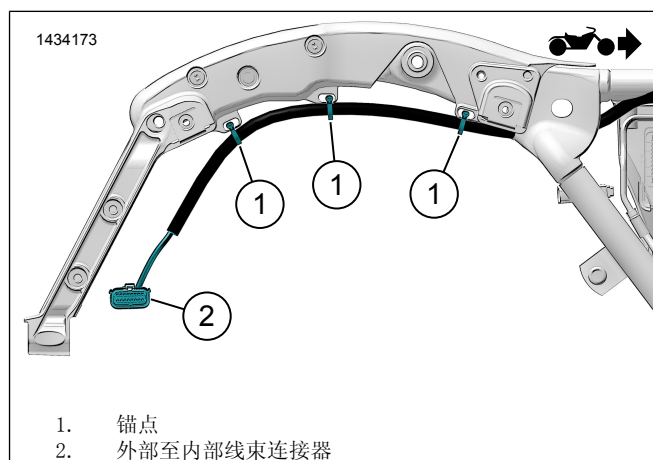
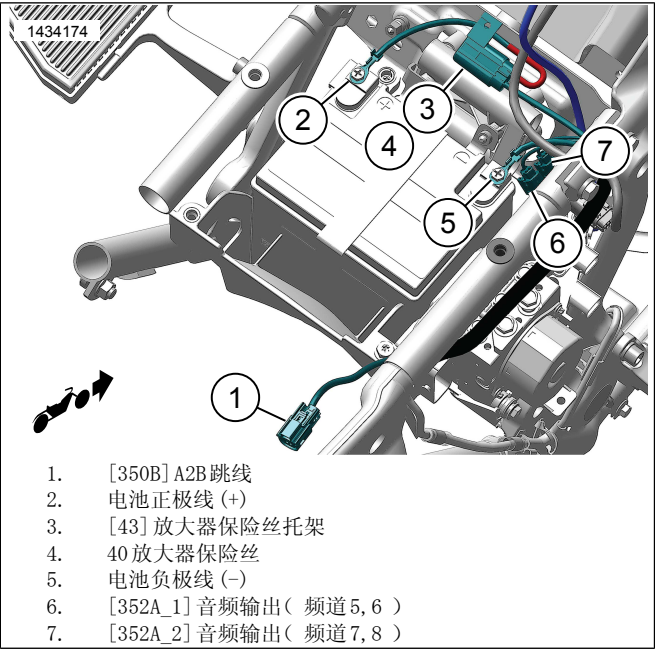

图17。外部布设线束 (典型)
图18。外部布线束(典型)
- 参见图 17。使用线缆扎带松散地将线束固定到锚点 (1)。不要紧固线缆扎带。
- 参见图 18。将剩余线束布设至电池箱区域。
- 连接电池负极线 (2)。
- 连接电池正极线 (4)。
- 将保险丝 (4) 安装到保险丝架座 (3) 上。
- 用线缆扎带固定保险丝架座 (3)。
- 将连接器 (1) 朝向左侧盖区域和将连接器 (5、6) 朝向右侧盖。
2. 参见图 17。将外部边箱线束连接到连接至边箱的内部线束 (2)。
3. 参见图 18。将二级放大器线束的连接器 [350B] (1) 连接到主放大器线束的连接器 [350A]。
- 2022 年款 FLTRKSE：将二级放大器线束的 [350B] (1) 连接到 2 路连接器。